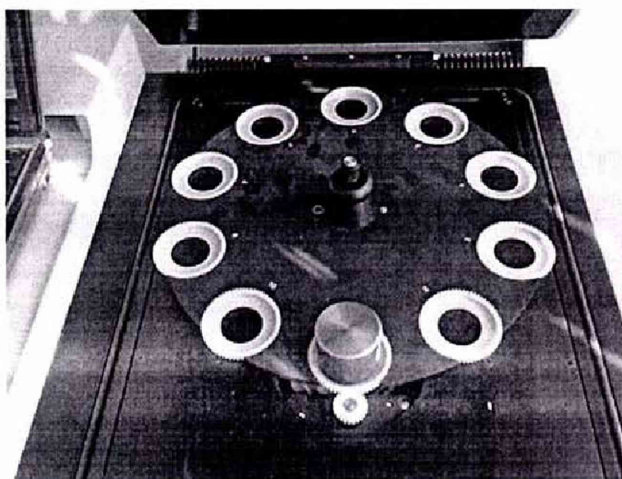

Рисунок 1 - Установка образца для измерений.
6.4.1.1. Установить стандартный образец в отделение для образцов (см. Рис. 1) на позицию 1 автоматического магазина пробоподачи (показан пример магазина на 10 образцов) и закрыть крышку измерительной камеры. В случае, если используется прибор без автоматического пробоподатчика, установить образец на единственную позицию.